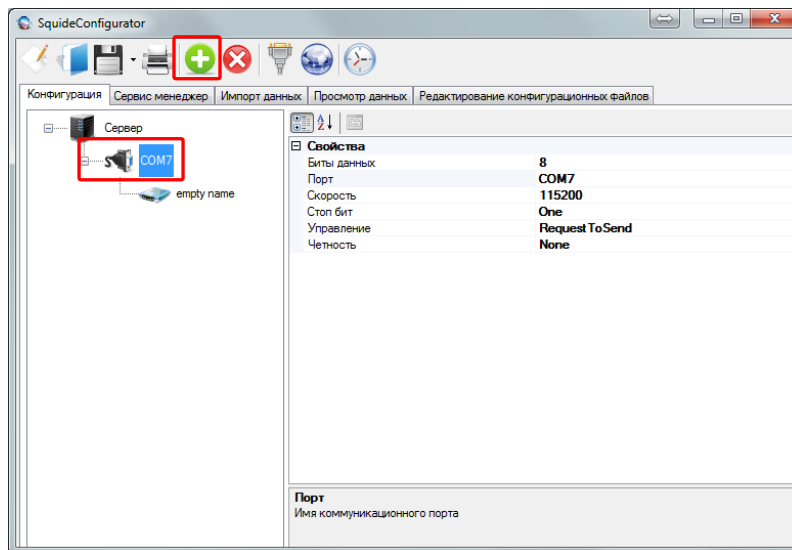

Рисунок 8.23 - Добавление нового клиента
2. После добавления COM порта, необходимо добавить клиента. Для этого выделив пиктограмму виртуального COM порта и нажать на клавишу , рисунок 8.23.